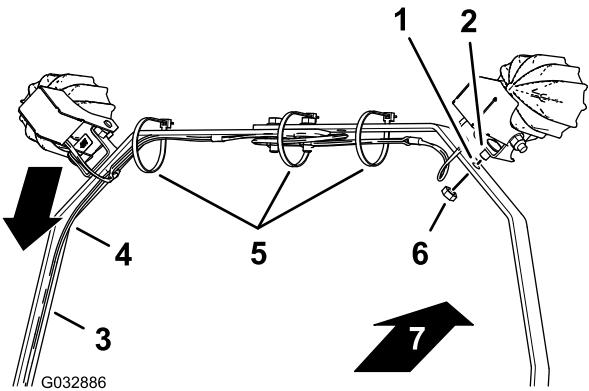

Bild 9
- Fluchten Sie die Lampenhalterungen mit den Linsen der Lampen zur Vorderseite der Maschine aus (Bild 9).
- Fluchten Sie den Kabelbaum mit dem linken Riemen der Lampenleiste aus, wie in Bild 9 abgebildet.
- Fluchten Sie die kurze Schlossschraube, die Sie an der Befestigungshalterung für die LED-Lampe befestigt haben, mit dem Loch im Riemen der Lampenleiste aus (Bild 9).
- Befestigen Sie die LED-Lampe und die kurze Schlossschraube mit einer Mutter am Riemen der Lampenleiste (Bild 9).
- Befestigen Sie den Kabelbaum mit Kabelbinden an den Riemens der Lampenleiste, wie in Bild 9 abgebildet.